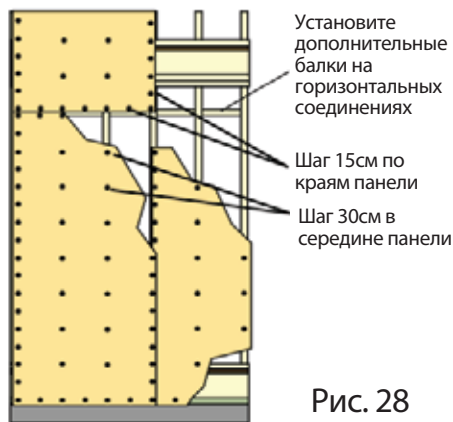

Рис. 28
- Панели должны быть прибиты к каркасу на всех четырех краях, поэтому если верхний край не попадает на каркас, необходимо установить дополнительные балки в местах горизонтальных соединений панелей (Рис. 28).